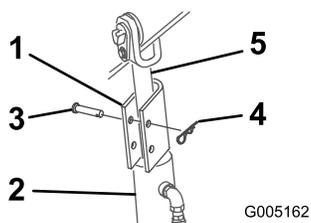

Рисунок 15
4. Опустите замок гидроцилиндра на шток каждого гидроцилиндра подъемного устройства (Рисунок 15).
5. Закрепите каждый замок гидроцилиндра при помощи шплинтуемого штифта и шплинта (Рисунок 15).